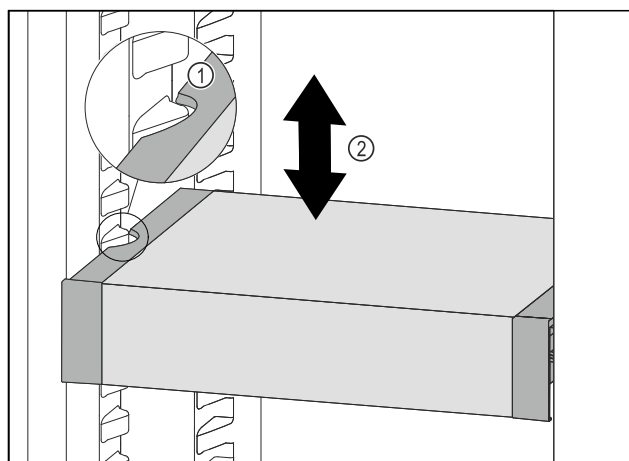

Fig. 147
- Tirer le VarioSafe vers l'avant jusqu'à ce que les encoches latérales du VarioSafe soient à la hauteur de la nervure du bac dans la partie réfrigérateur. Fig. 147 (1)
- Déplacer le VarioSafe vers le haut ou vers le bas dans la partie réfrigérateur jusqu'à ce que la hauteur souhaitée soit atteinte. Fig. 147 (2)